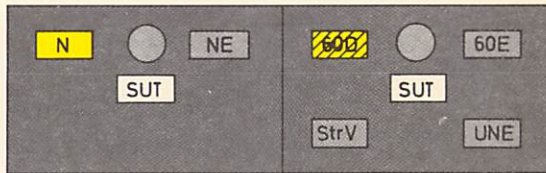

Bild 67
- (1) Blinkt der Dauerladungsmelder bei leuchtendem Netzmelder (vgl. Bild 67) und ertönt der Summer, ist **Dauerladung der Batterie gestört**